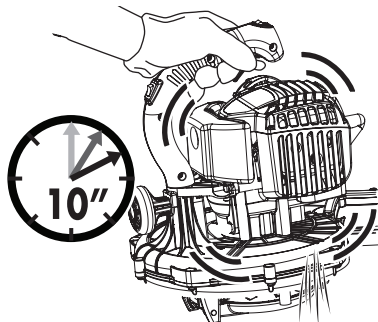

Fig. 14
7. Laissez le moteur tourner pendant 10 secondes, puis mettez le levier de starter en position "Run". [Fig. 14]